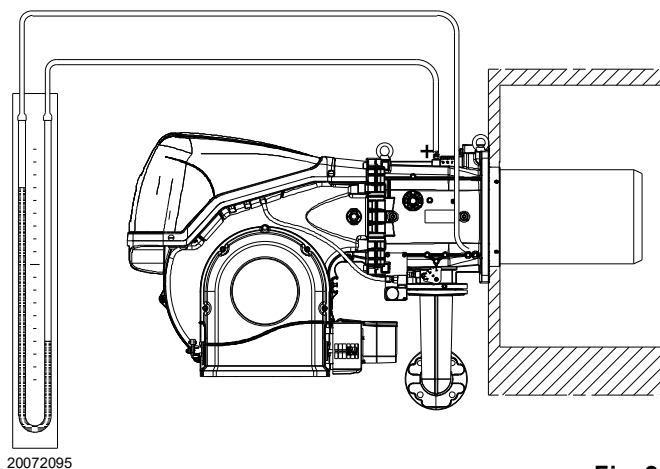

Fig. 25
- Montar un manómetro en U o un manómetro de tipo diferencial (Fig. 25), con toma (+) en la presión del gas del manguito y (-) en la cámara de combustión. Se utiliza para obtener aproximadamente la potencia MÁX del quemador mediante la Tab. L.